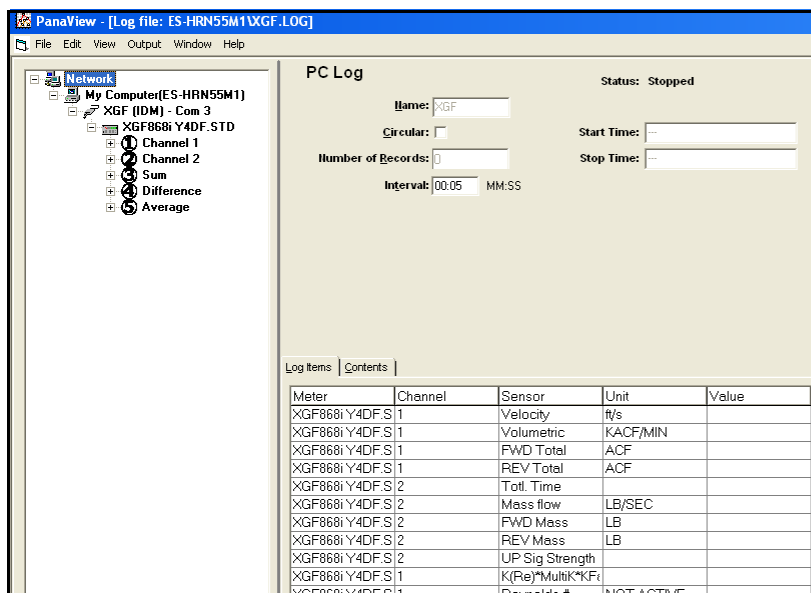

Рис. 21: Типичное содержимое журнала
- Перейдите на вкладку *Contents* (Содержание) (см. *Рис. 21 стр 51*) для списка всех точек данных, зарегистрированных на сегодняшний день для параметра, который выделен на вкладке *Log Items*.
Помните, что можно отображать только два параметра на канал и что два одинаковых параметра должны быть отражены для каждого канала многоканального графического дисплея. Когда вы закончите просмотр графика, нажмите кнопку [Close] для закрытия окна Graph, чтобы покинуть журнал. Для просмотра сведений о журнале перейдите на вкладку *Contents* (Содержание). После этого появится окно, сходное с *Рис. 21* внизу.
- Перейдите на вкладку *Log Items* (см. Рис. 21 стр 51) для отображения списка параметров, заданных для ведения журнала.
- Перейдите на вкладку *Contents* (Содержание) (см. Рис. 21 стр 51) для списка всех точек данных, зарегистрированных на сегодняшний день для параметра, который выделен на вкладке *Log Items*.